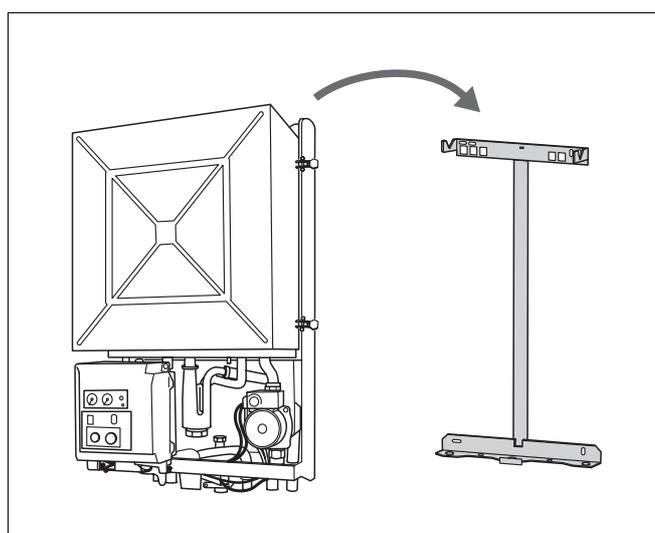

Fig. 6 Montage
- Pendre la chaudière sur le support mural (fig. 6).